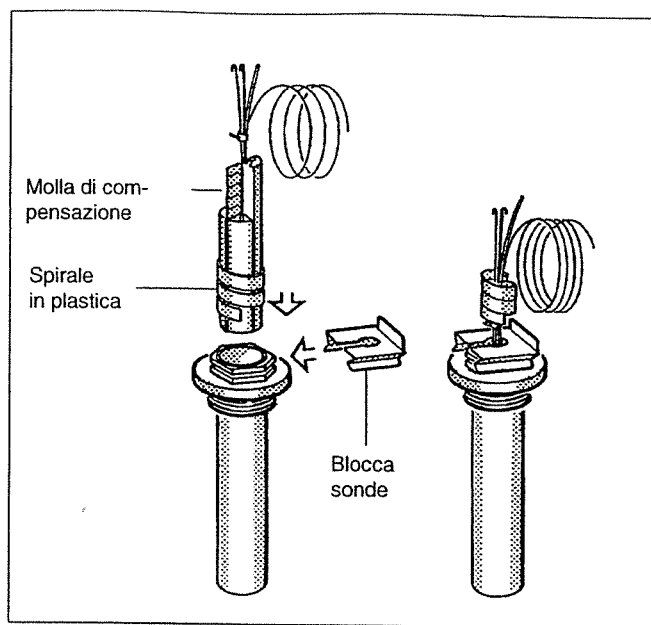

Fig. 13: Guaina d'immersione e sonda della temperatura
- Inserire la sonda di temperatura nella guaina d'immersione fino all'arresto. La spirale in plastica arretra automaticamente. Anche la molla di compensazione deve essere spinta nella guaina d'immersione (Fig. 13).
- Premere il blocca sonda (fornito a corredo dell'apparecchio di regolazione) lateralmente o dall'alto sulla testa della guaina d'immersione (Fig. 13).